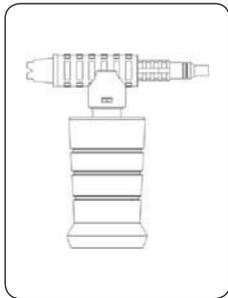

FIGURA 16
4. Conecte o bico reservatório ao conjunto pistola + extensão (Figura 16,17).